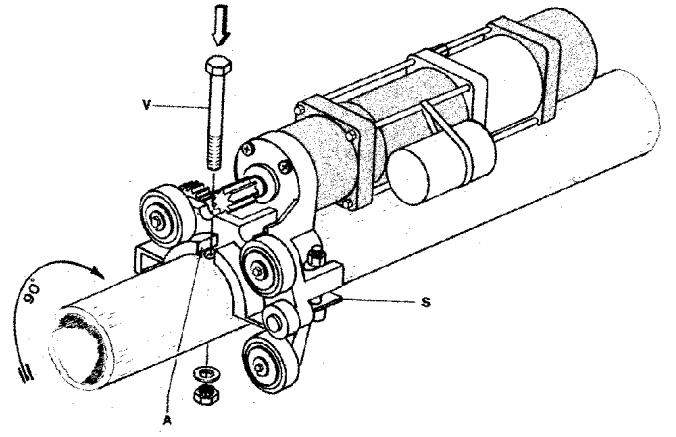
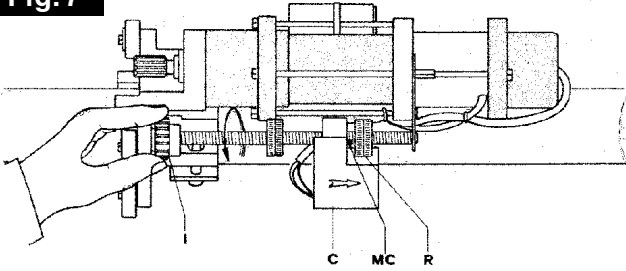

Fig. 7
Fig. 8
- Assegure-se que, com a grade de enrolar fechada, o cursor C esteja nas proximidades da rodinha de comando microinterruptor de limitador de curso fecho Mc; no caso contrário gire manualmente a engrenagem no sentido contrário aos ponteiros do relógio até efectuar a aproximação (fig. 7). Se motor em vez de estar virado para a direita estiver virado para a esquerda gire a engrenagem no sentido dos ponteiros do relógio (fig. 8).